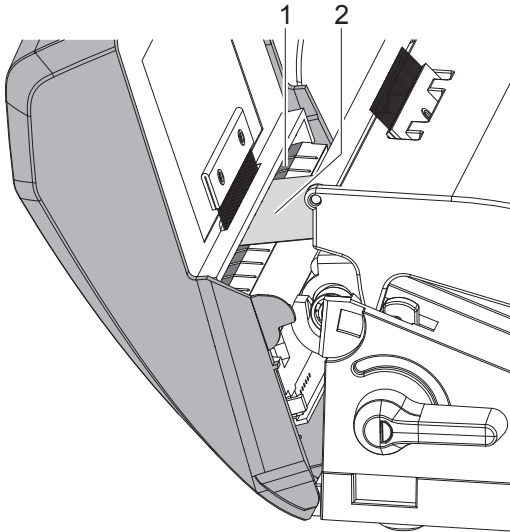

Bild 3 Etiketten oder Schlauch in Messer einführen
- ▶ Messer gemäß Bild 3 vorsichtig abschwenken.